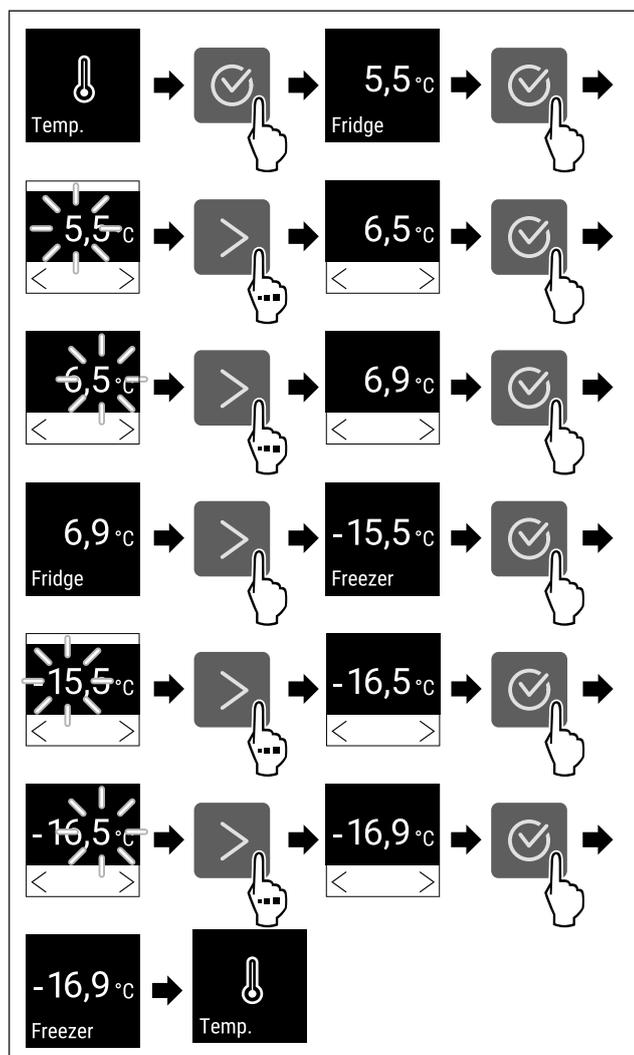

Fig. 88 Temperaturwechsel von 5,5 °C auf 6,9 °C und -15,5 °C auf -16,9 °C
- ▶ Handlungsschritte (siehe Fig. 88) durchführen.